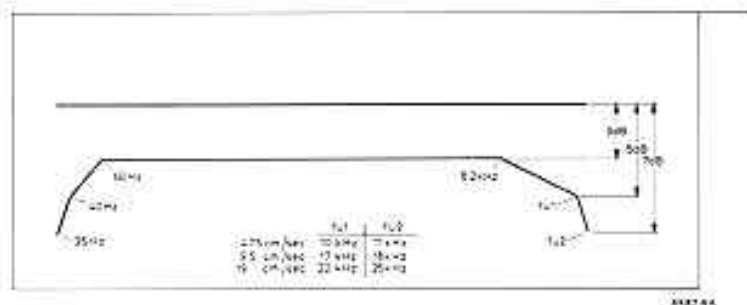

Fig. 19
Der gemessene Frequenzgang (gegenüber dem 333 Hz-Pegel) soll innerhalb der Kurve in Abb. 19 liegen.
- Ebenso kann man bei 9,5 cm/s den Frequenzgang messen. Die höchsten Frequenzen sollen in diesem Fall 17 kHz und 18 kHz betragen (Abb.19)